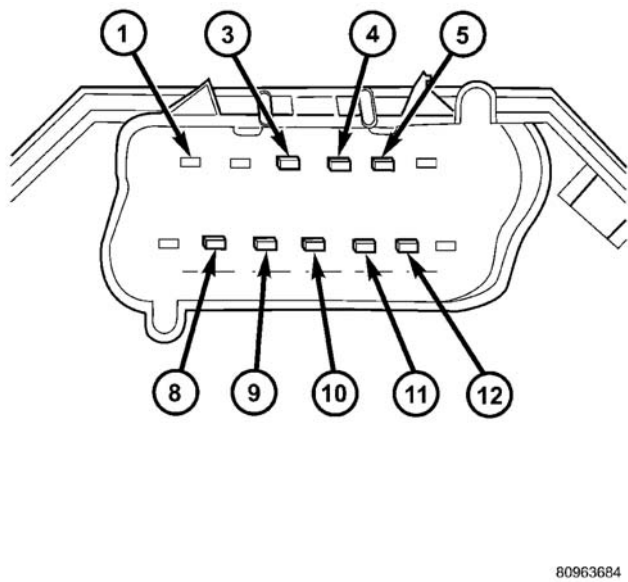

图 7 仪表板开关组接头
- （3）按照电热式开关测试表和下图（图 7）所示接头测试电热式座椅开关。如果正常，进行第 4 步。如果不正常，更换有故障的开关组总成。